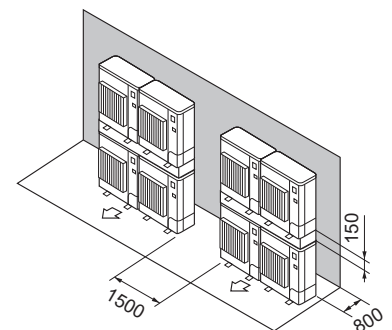

Fig. 2-19
- (7) Stabilede enheder arrangement (Fig. 2-19)